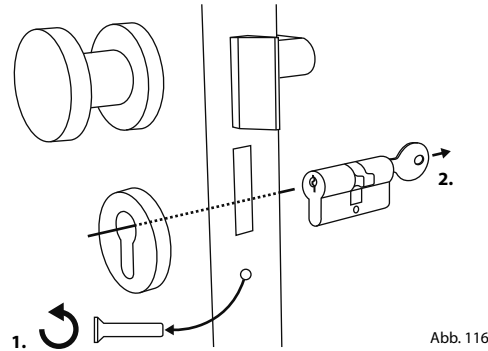

Abb. 116
- 1 Entfernen Sie den vorhandenen Türschloss-Zylinder, indem Sie die Stulpschraube in der Tür lösen und den Zylinder mit eingestecktem Schlüssel herausziehen (Abb. 116).